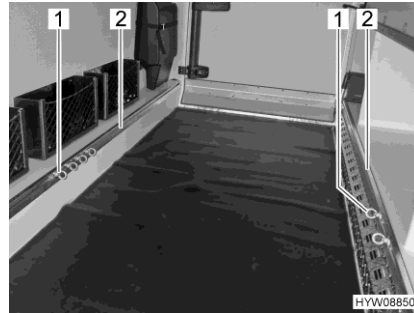

Fig. 3 Ojete de amarre (garaje trasero)
- Girar el ojete de amarre (Fig. 3,1) media vuelta en sentido contrario a las agujas del reloj. Ahora, el ojete de amarre (Fig. 4) se deja desplazar.
- Desplazar el ojete de amarre (Fig. 3,2) a la posición deseada en el riel de amarre.